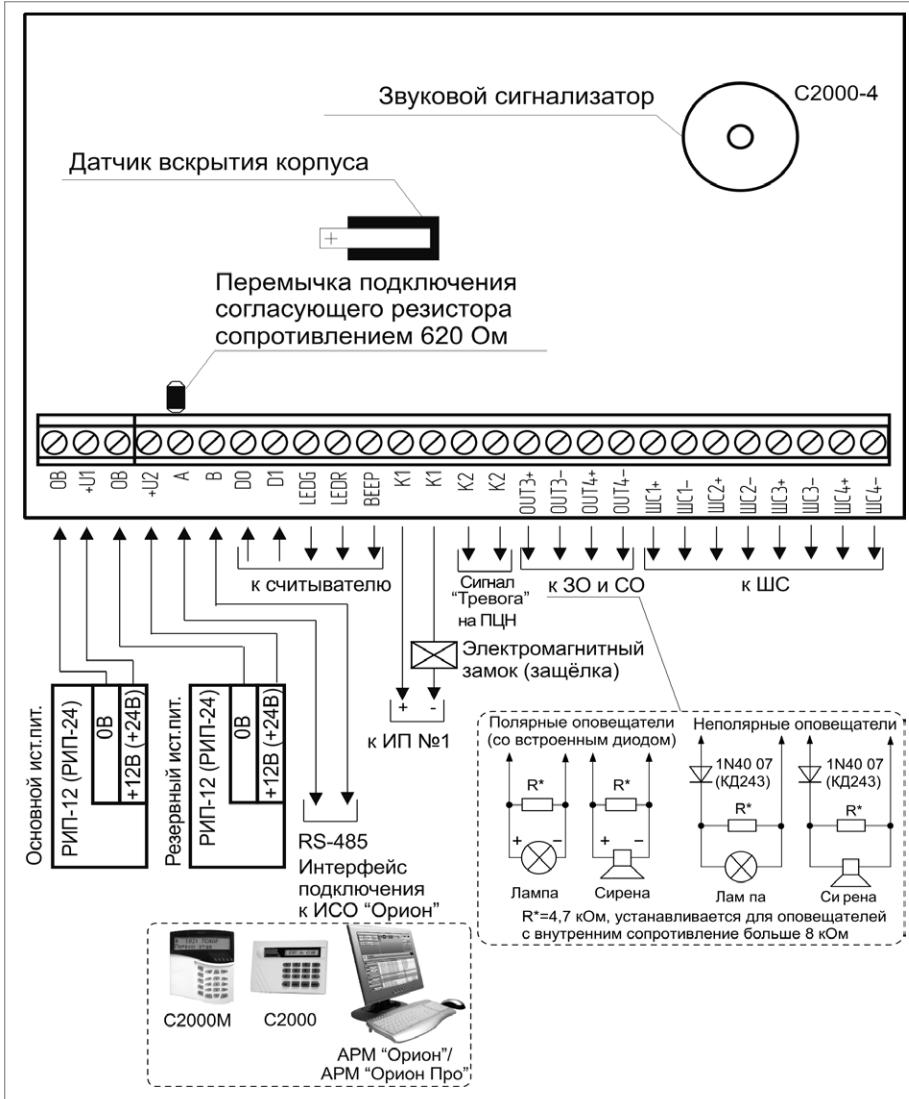

Рисунок 11.
1. Схема внешних соединений прибора приведена на рис. 11.